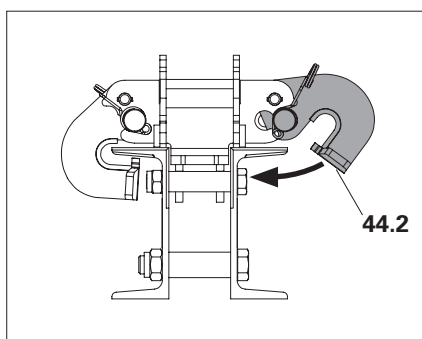

Fig. D2.05
2. Ribaltare in avanti il pattino di guida (44.2). (Fig. D2.05 + D2.05a)